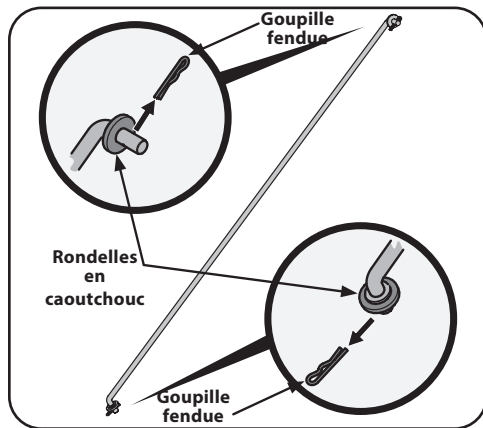

Figure 2-9
2. Retirez les goupilles fendues de la tige. Laissez les rondelles en caoutchouc sur la tige. Voir Figure 2-9.